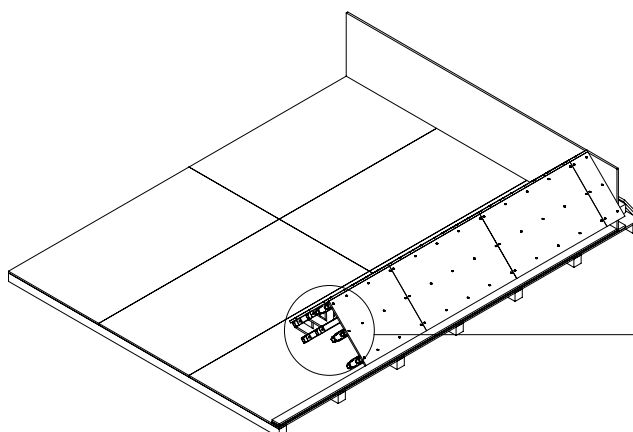

Fig. A3.04
4. Posizionare il pannello di rivestimento e fissare il primo foglio con i chiodi. Il pannello di rivestimento è collegato al bordo anteriore della trave 5. Fissaggio con circa 10 TSS Torx 6 x 60 o TSS Torx 6 x 60 ZKS/m². (Fig. A3.04)